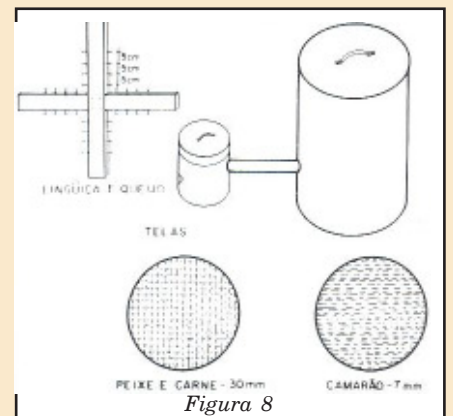

Figura 8
- A tampa do tambor de 200 litros pode ser de qualquer material, com qualquer forma geométrica, desde que tenha um pequeno ressalto no lado interno da mesma, para facilitar a saída do excesso de fumaça. A Figura 8 mostra o defumador pronto.